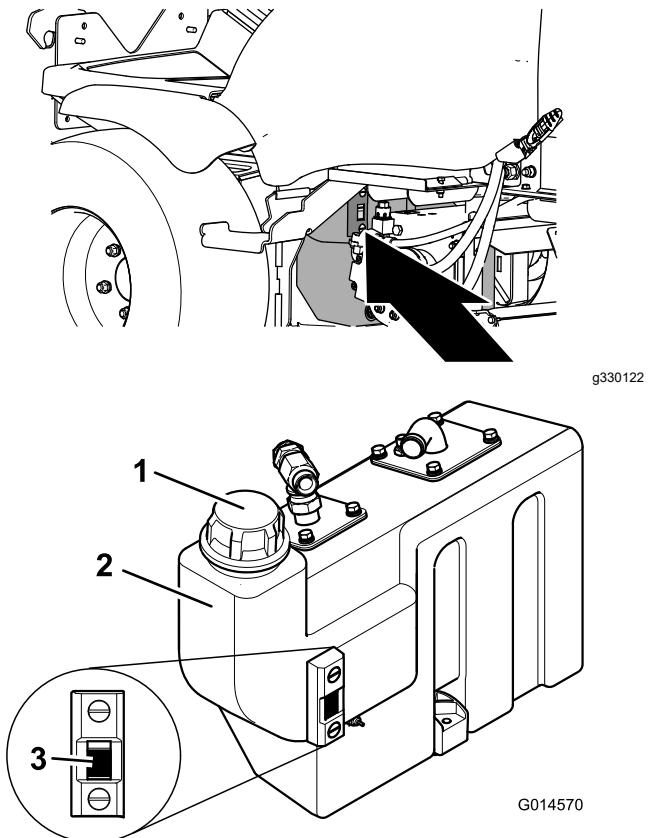

Figure 73
4. Nettoyez la surface autour du goulot et du bouchon de remplissage du réservoir hydraulique (Figure 73).